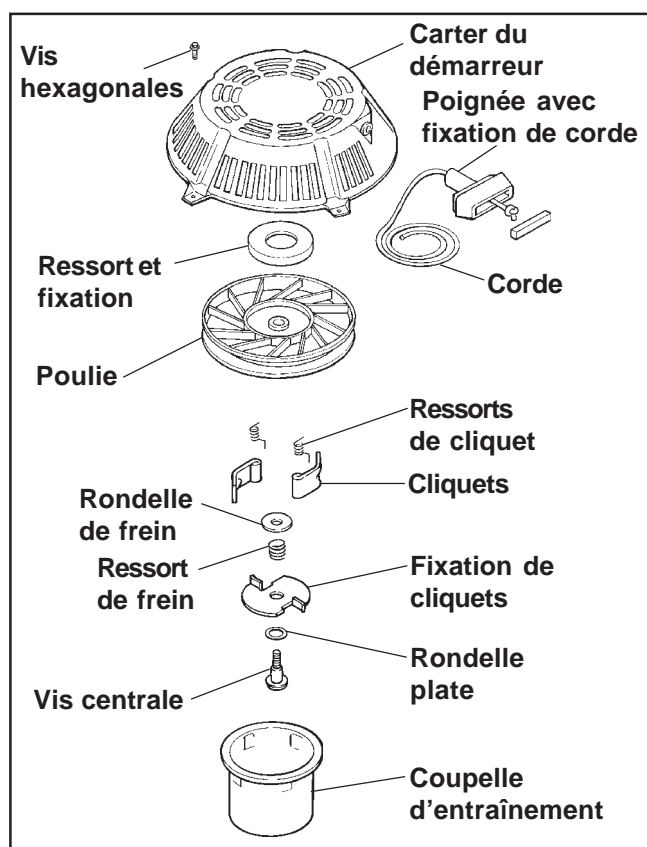

Figure 7-1. Démarreur rétractable - Plan éclaté.
2. Remplacer tous les composants usés ou abîmés. Utiliser uniquement des pièces de rechange d'origine Kohler comme spécifié dans le manuel des pièces. Tous les composants de la Figure 7-1 sont disponibles comme pièces de rechange. Ne pas utiliser de pièces non standard.